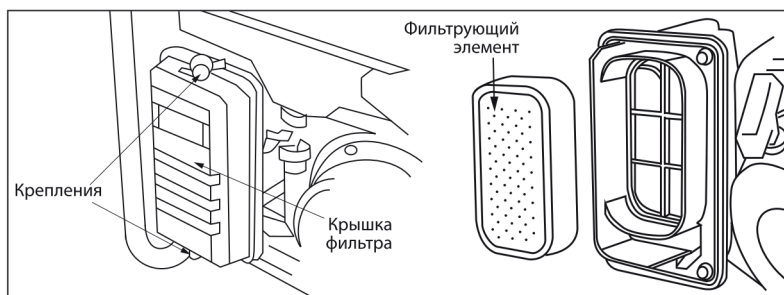

Рис. 19
1. Откройте крышку фильтра (рис. 19).